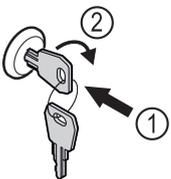

Fig. 167
- Schlüssel hineindrücken Fig. 167 (1).
- Schlüssel um 90° im Uhrzeigersinn drehen Fig. 167 (2).